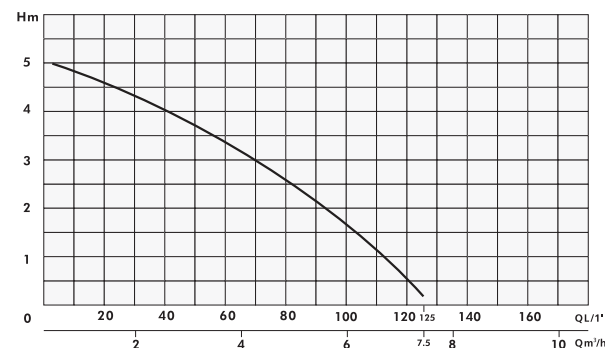

Abb.1
- Schieben Sie den Tragegriff der Pumpe in die Nuten nach Abb. 1 so ein, dass der Griff hörbar einrastet (Klick!), sonst kann die aufgehängte Pumpe in die gepumpte Flüssigkeit fallen.